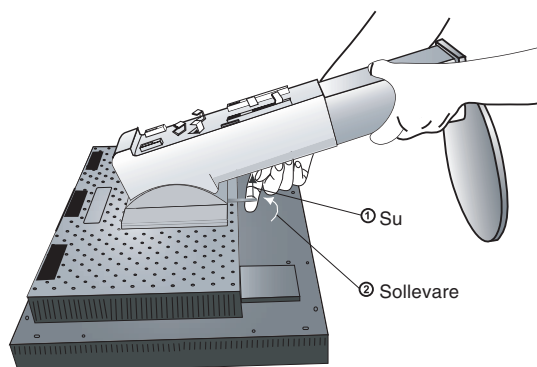

Figura S.2
5. Afferrare con una mano la base e con l'altra la leva di sblocco rapido. Spostare la leva nella direzione indicata dalle frecce (**Figura S.2**).